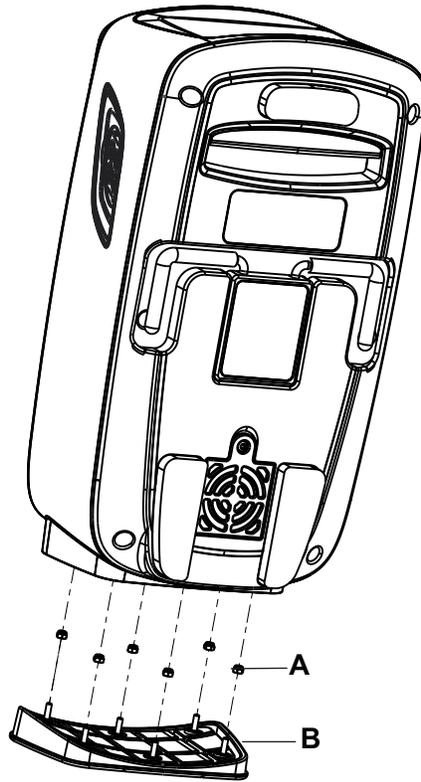

Figure 6 – Pied
- À l'aide d'une clé à cliquet et d'une douille de 6 mm, retirer les six écrous (A) qui fixent le pied (B) au boîtier de pompe avant (Figure 6). Conserver les écrous.